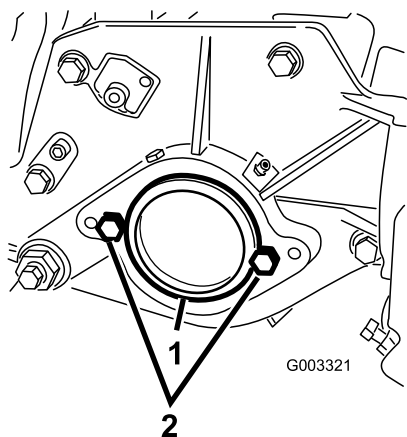

図 7
2. カッティングユニット右側のベアリングハウジングについているプラスチック製のプラグを外す図7。
3. 右側サイドプレートからキャップスクリュー2本を取り外す図7。
5. カッティングユニットの左側サイドプレートに、リールモーター取り付け用のキャップスクリュー2本を仮止めする図7。